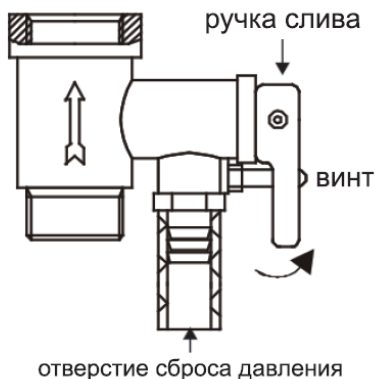

Рисунок 8
4. На входной патрубке, обозначенный голубым цветом и стрелкой направления течения воды, накрутите предохранительный клапан так, чтобы течение воды совпадало с направлением стрелки на корпусе клапана. На отверстие сброса давления предохранительного клапана (см. рисунок 8) оденьте дренажную трубку* для отвода воды (возможно появление при нагревании) в канализацию (трубку необходимо направить строго вниз и запрещено перегибать её).
6. Чтобы слить воду из внутреннего бака, можно воспользоваться сливным отверстием (только для серии FSL2) (необходимо открутить заглушку, закрывающую сливное отверстие), также воду можно слить через предохранительный клапан (открутить сливной винт предохранительного клапана и перевести ручку слива в верхнее положение, при этом кран выхода горячей воды должен быть открыт, а кран подачи холодной воды в водонагреватель должен быть перекрыт) (см. рисунок 8).